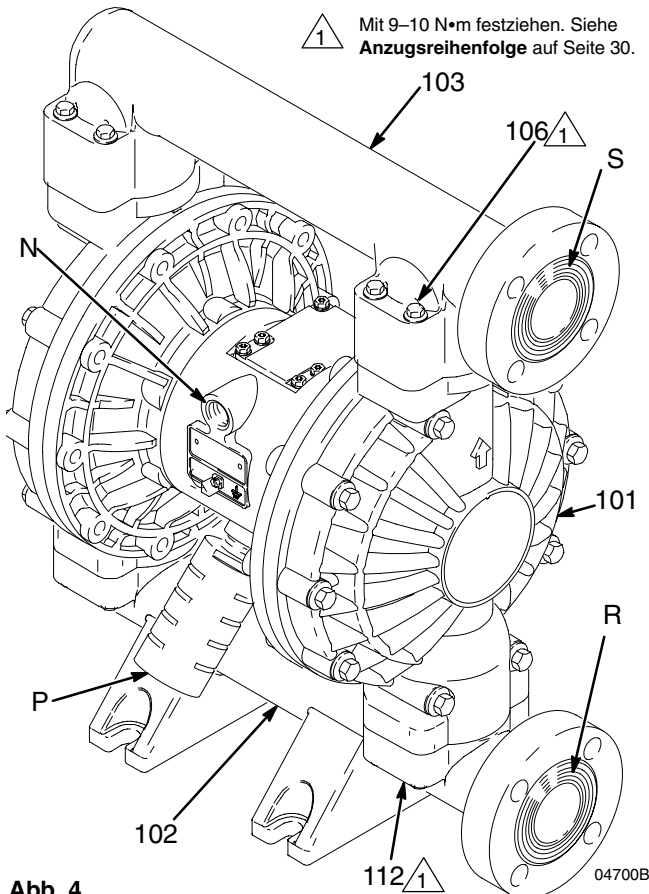

Abb. 4
Bei Auslieferung der Pumpe zeigen Material-Einlass- (R) und -Auslassöffnungen (S) in dieselbe Richtung. Siehe Abb. 4. Zur Veränderung der Ausrichtung von Einlass und/oder Auslass:
1. Die Schrauben (106 und 112) entfernen, mit denen der Einlass- (102) und/oder Auslassverteiler (103) an den Abdeckungen (101) befestigt ist.